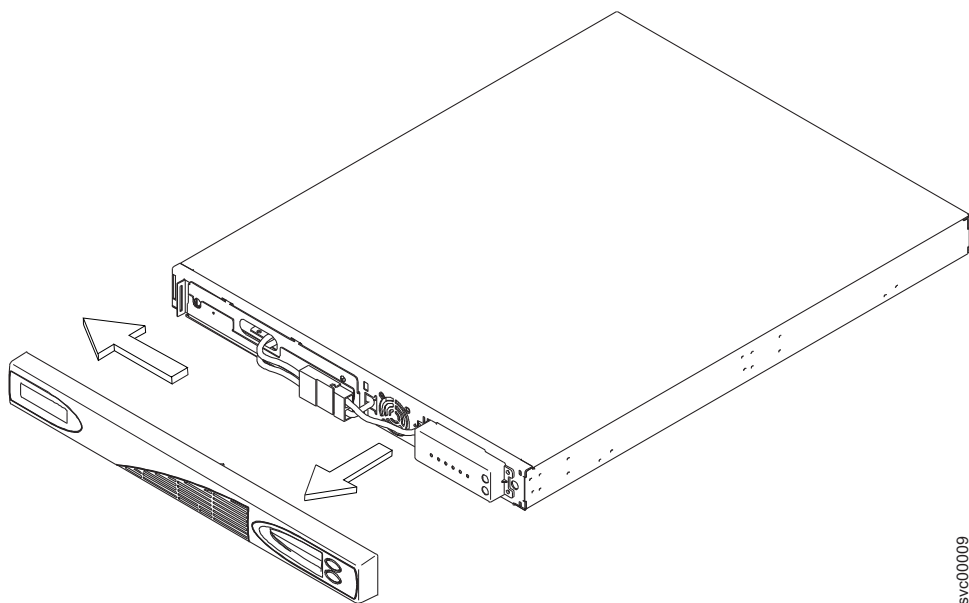

図 338. 2145 UPS-1U のフロント・パネルの取り外し
5. 449 ページの図 338 に示すように、2145 UPS-1U フロント・パネルを取り外します。